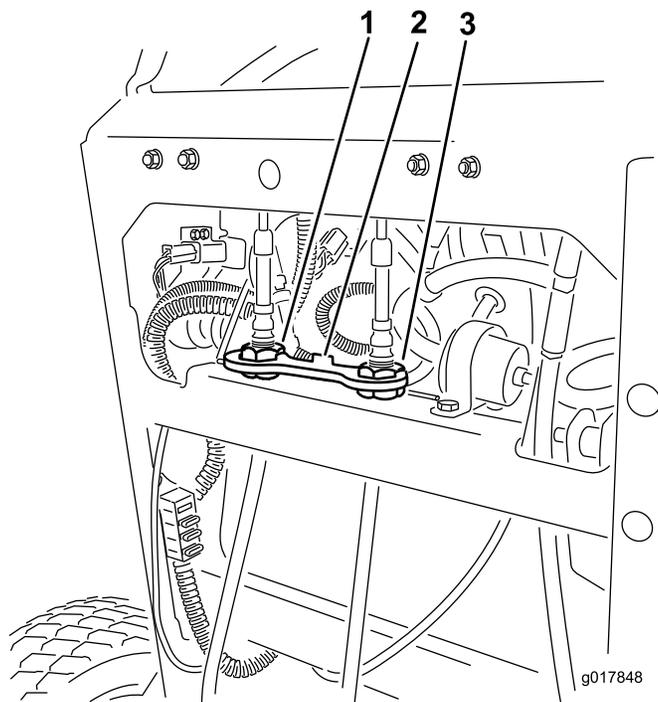

Figura 56
4. Gire la rueda de ajuste del cable derecho hasta que la palanca de control de movimiento de la derecha quede posicionado en el centro de la ranura de bloqueo/punto muerto del panel de control (Figura 56).